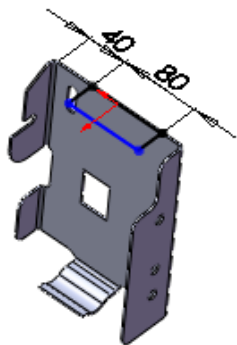
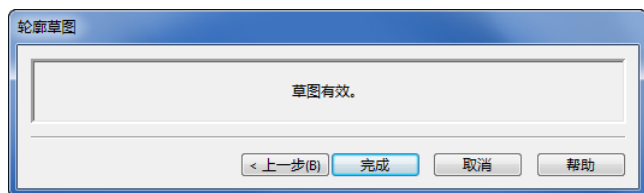

图 10-94 编辑边线法兰轮廓
图 10-95 完成编辑边线法兰轮廓
②单击“编辑法兰轮廓”按钮，通过标注智能尺寸编辑边线法兰的轮廓，如图 10-94 所示，最后单击图 10-95 所示的轮廓草图对话框中的“完成”按钮，生成边线法兰。